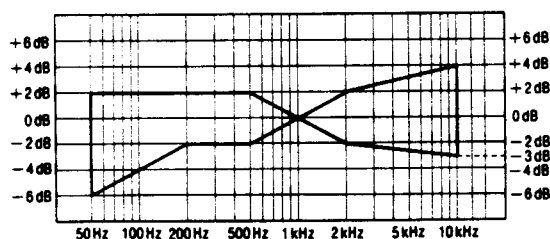

Abb. 8
4. Das in Schritt 2 aufgezeichnete Signal wiedergeben und prüfen, ob der Pegel jeder Ausgangsfrequenz im Bereich liegt, der in Abb. 8 im Vergleich zur Referenzfrequenz (1 kHz) gezeigt wird.